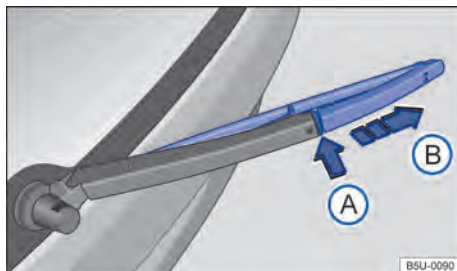

Fig. 148 Sustituir la escobilla limpiaparabrisas de la luneta trasera.
– Mantenga pulsada la tecla de desbloqueo → fig. 148 ②.
– Retirar la escobilla limpiapuneta en el sentido de la flecha ③.